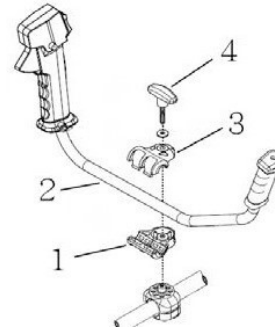

Fig.2B
- Junta manilla (1), luego coloca la unión del manillar (2), con la junta del manillar (3) de manera uniforme. Luego atornilla (4) para temperatura. Fig.2B